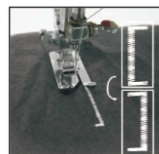

Рис. 20
- (5) Поднимите прижимную лапку, повернув ткань на 180 ° (рис. 20).